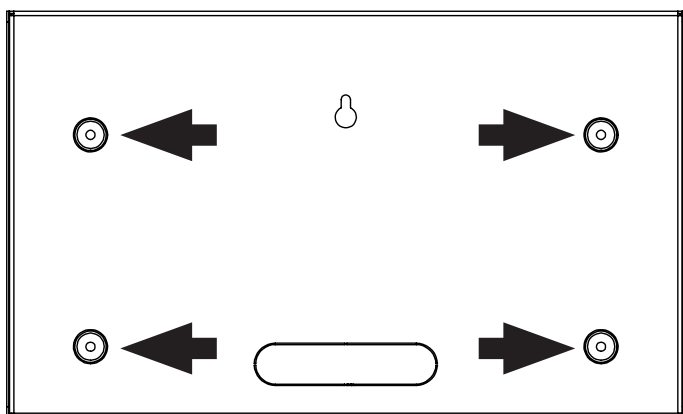
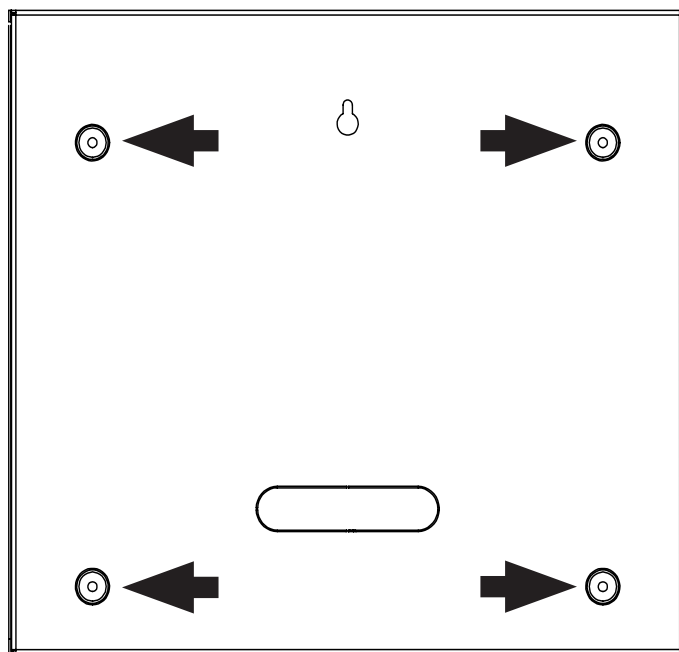

Fig. 3
Fig. 4
- Installare la base del pannello ripetitore attraverso i fori di montaggio contrassegnati dalla freccia nelle illustrazioni riportate successivamente. La Fig. 3 è riferita alle versioni senza ripetizione delle zone, la Fig. 4 alle versioni con ripetizione delle zone;